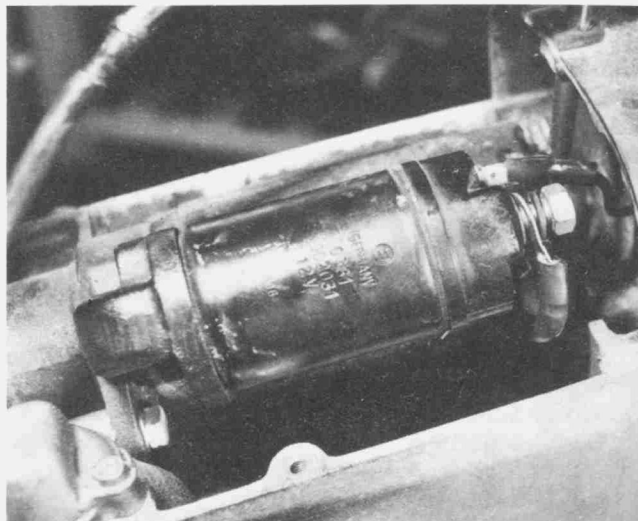

Bild 234
- Das Kabel des Anlasser-Relais von der Klemmenlamelle des Magnetschalters abziehen. Die Sechskantmutter abdrehen und Federring sowie das dicke Anlasserkabel abnehmen (Bild 234).